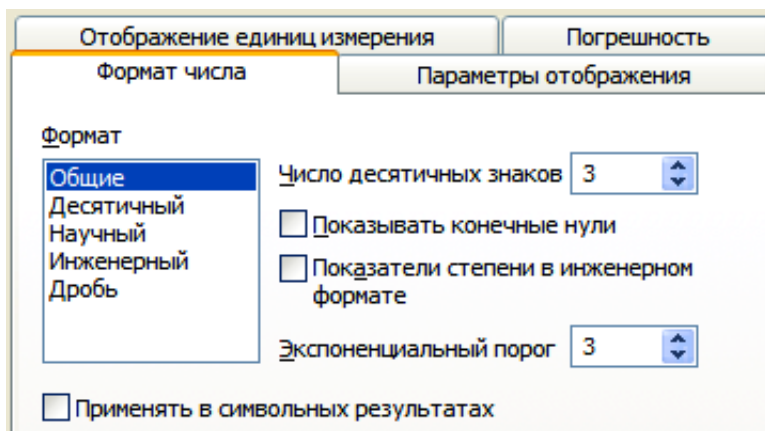

Рис. 5.1. Вид вкладки **Формат числа**
2. **Результат...(Result...)** – настройка стиля представления результата вычислений (рис. 5.1).